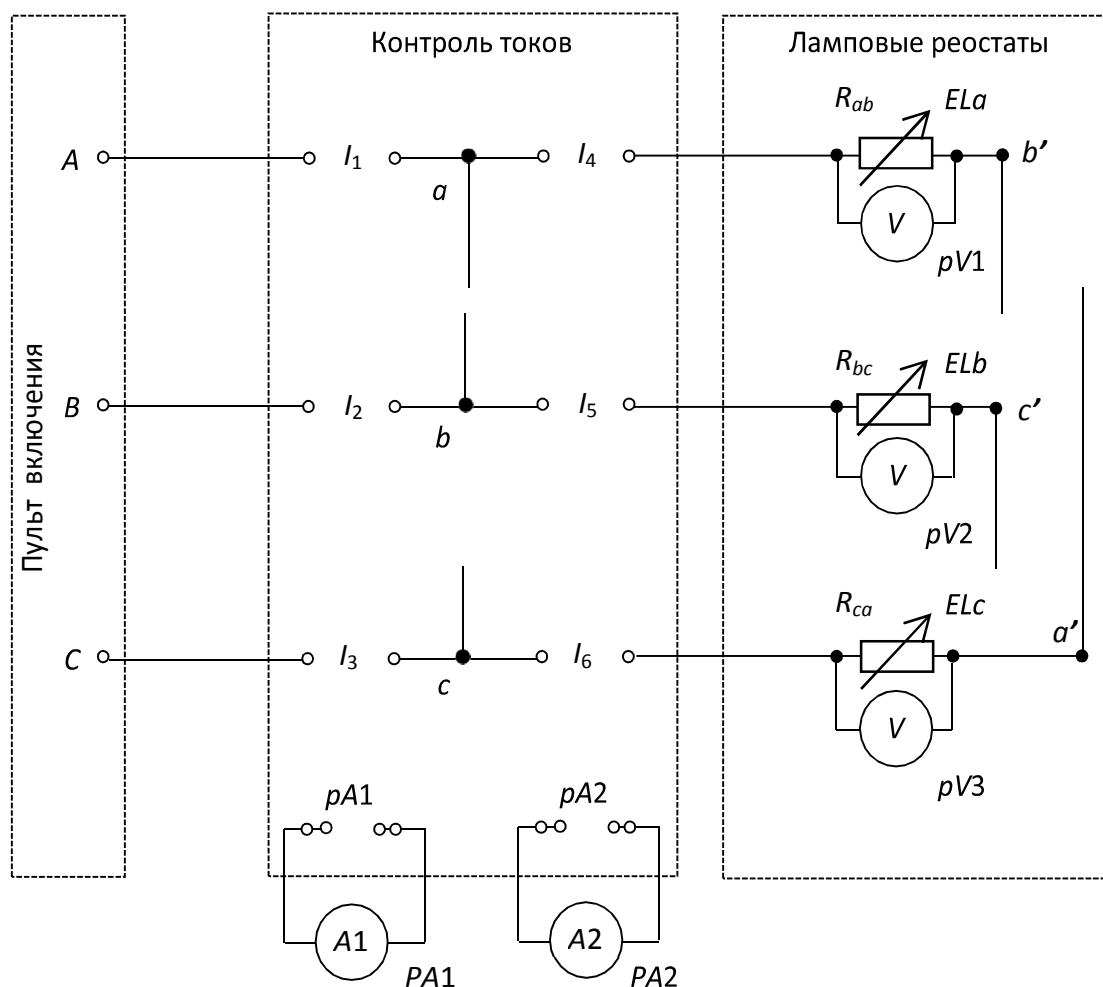

Рис. 8.8. Схема исследуемой цепи
Измерение *линейных* токов производится амперметром $PA1$ «Блока измерительных приборов», измерение *фазных* токов – амперметром $PA2$ «Блока измерительных приборов» (рис. 8.8).
3.1. Соберите исследуемую электрическую цепь по схеме, изображенной на рис. 8.8.